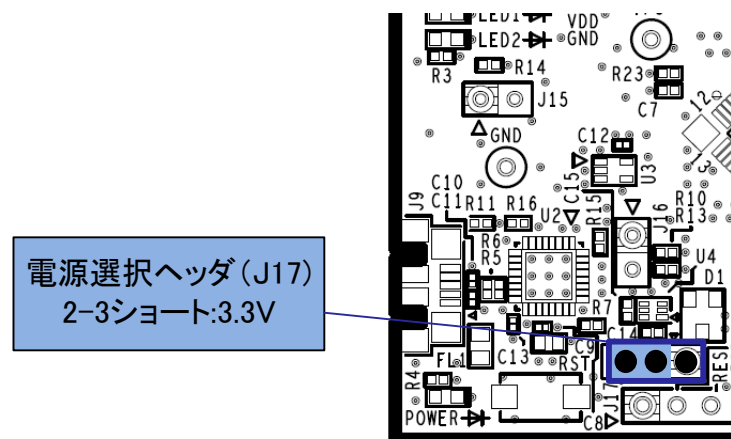

図 5-6: 3.3V 使用時のヘッダ設定(部品面)
- ・ J17 2-3 ショート : 3.3V 電源を選択。(図 5-6)